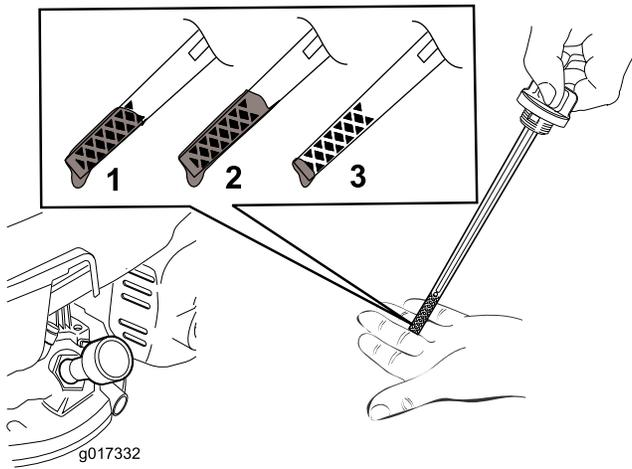

Bild 7
2. Ziehen Sie den Peilstab (Bild 7) heraus.
Hinweis: Füllen Sie das Motorkurbelgehäuse mit Öl, bis der Peilstab angibt, dass der Ölstand richtig ist, wie in **Bild 7** dargestellt. Wenn Sie zu viel Öl in den Motor füllen, lassen Sie etwas Öl ab, siehe „Wechseln des Motoröls“.